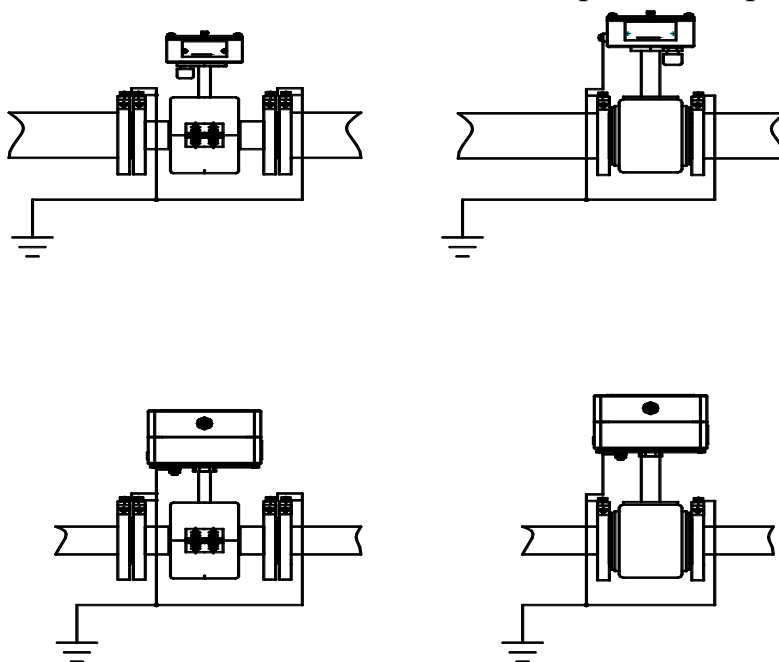

Рисунок 8.8
8.4.1 В выбранном месте установки ТС в верхней части трубопровода делается отверстие под защитную гильзу. Глубина погружения чувствительного элемента ТС должна быть  $(0,3-0,7)D$ , где  $D$  – внутренний диаметр трубопровода (рисунок 8.8 а).